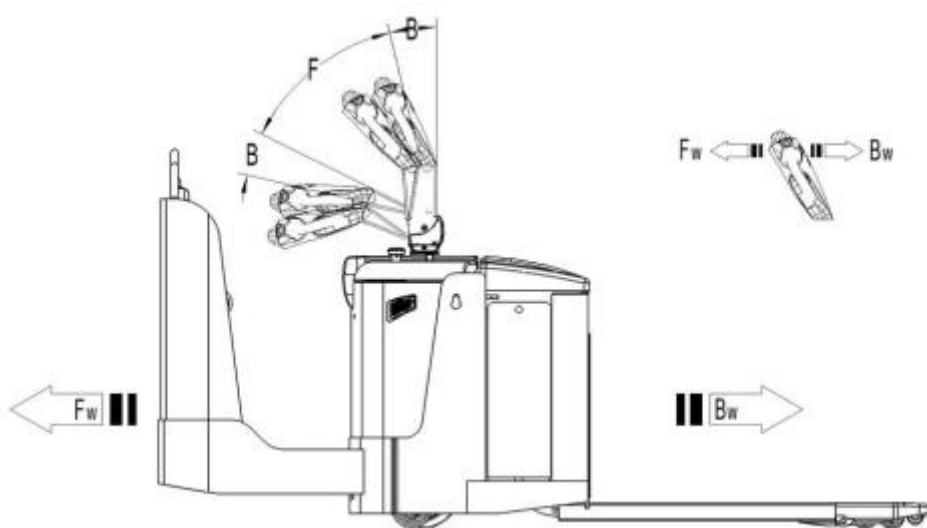

Рис. 9: Направления движения
После того, как ключ запуска (10) повернут в положение ON и аварийная кнопка поднята, переведите ручку управления в рабочее положение ('F', рис.9).
Отклоните лепестки управления в нужном направлении «вперед» 'Fw' или «назад» 'Bw' (рис. 9).